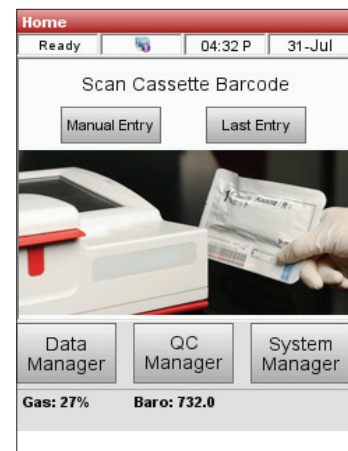

Figure 6. Page d'accueil
- Dans l'écran d'accueil, scannez le code-barres en bas de l'emballage de la cassette SRC en tenant celle-ci à 2–3 pouces (5–8 cm) du scanner de code-barres situé dans l'angle inférieur droit de l'analyseur (Figure 6).